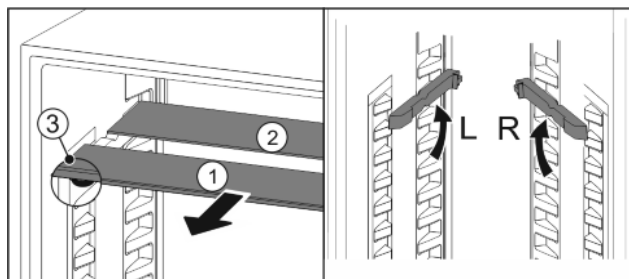

Fig. 18
- ▶ Skleněné desky jednotlivě vytáhněte dopředu Fig. 18 (1).
- ▷ Skleněná deska Fig. 18 (1) se zářkami leží vpředu.
- ▷ Zarážky směřují dolů Fig. 18 (3).